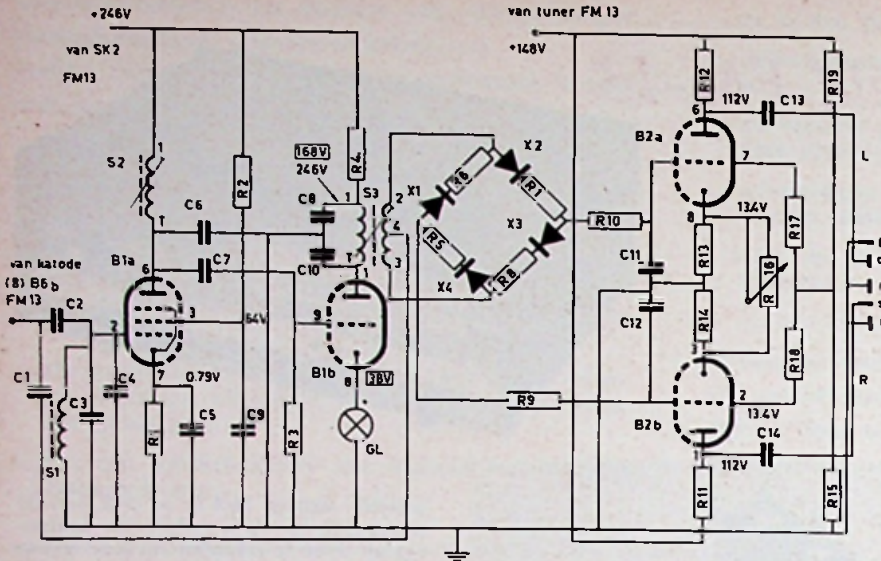

Fig. 1. Schakeling van de stereo-decoder D13. Een uitgebreide beschrijving van de montage is te vinden in de handleiding, die bij het bouwpakket wordt gevoegd.
**Onderdelenlijst bij fig. 1.**